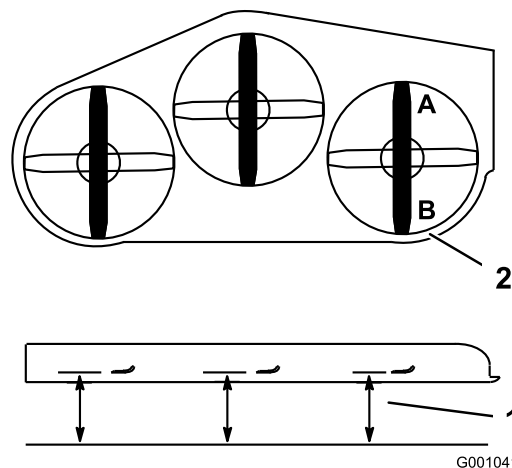

Figure 82
1. Tournez la lame droite dans le sens longitudinal (Figure 82).
2. Mesurez la distance au point **A** entre la surface plane et le tranchant de la pointe de la lame droite (Figure 82).
4. Mesurez la distance au point **B** entre la surface plane et le tranchant de la pointe de la lame droite (Figure 82).
6. La lame doit être plus basse de 6 à 10 mm au point **A** qu'au point **B** (Figure 82). Si ce n'est pas le cas, passez aux opérations suivantes.